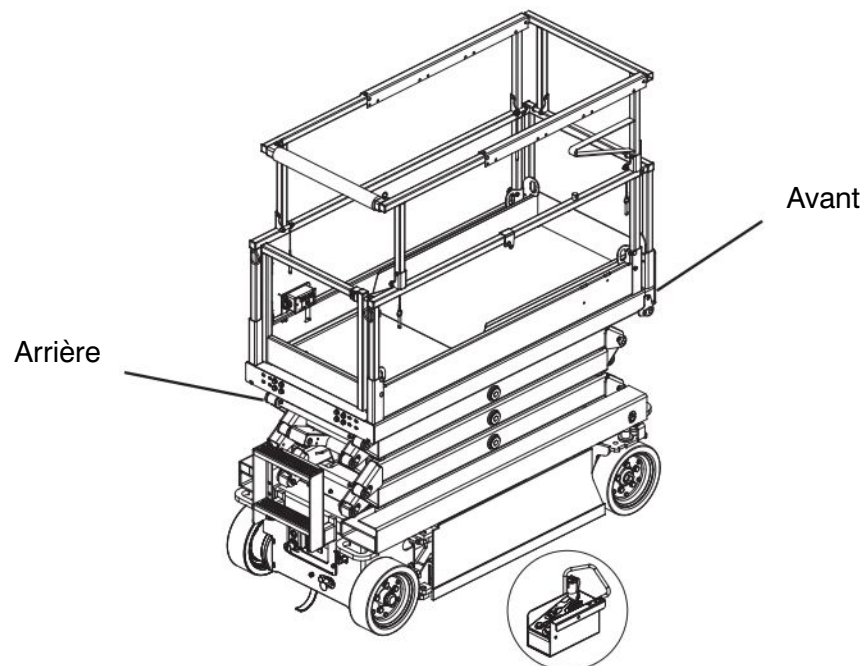

Figure 3-11 Boîtier de commande avec câble long en dehors de la plate-forme
- Assurez-vous à ce que l'opérateur et que la console du boîtier de commande sont correctement orientés, dans la même direction que celle à laquelle la plate-forme fait face (**consultez la figure 3-11**).